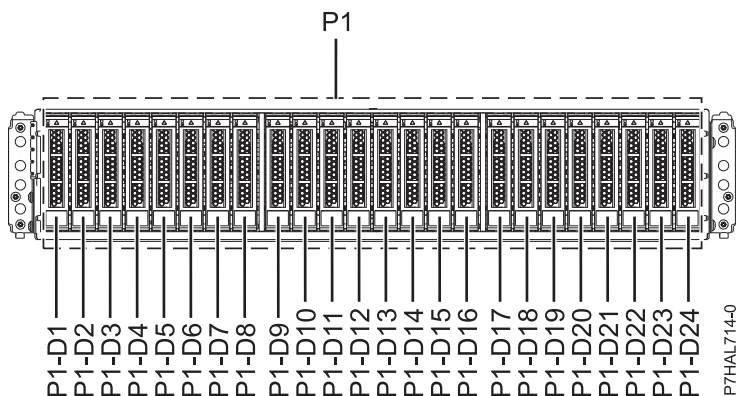

図 21. 5887 ディスク・ドライブ・エンクロージャーの正面図 (ディスク・ドライブの位置を示す)
2. 保守を行う部品およびエンクロージャーを識別します。ディスク・ドライブおよび SSD スロットはエンクロージャーの前面にあります。24 ページの図 21 および 24 ページの図 22 は、5887 ディスク・ドライブ・エンクロージャーの正面図と背面図で、5887 ディスク・ドライブ・エンクロージャー内のディスク・ドライブの位置を示しています。